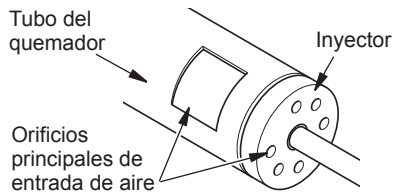

Figura 26 - Quemador y soporte del inyector
2. Inspeccione el quemador, el piloto y los orificios de entrada de aire principales del inyector en busca de polvo y suciedad (consulte Figura 26).